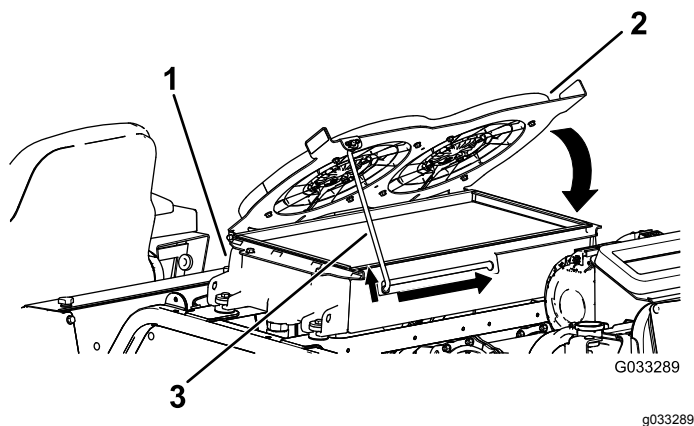

Figura 123
- Gire hacia abajo los ventiladores de refrigeración del sistema hidráulico, y enganche la varilla de sujeción en la muesca (Figura 123).